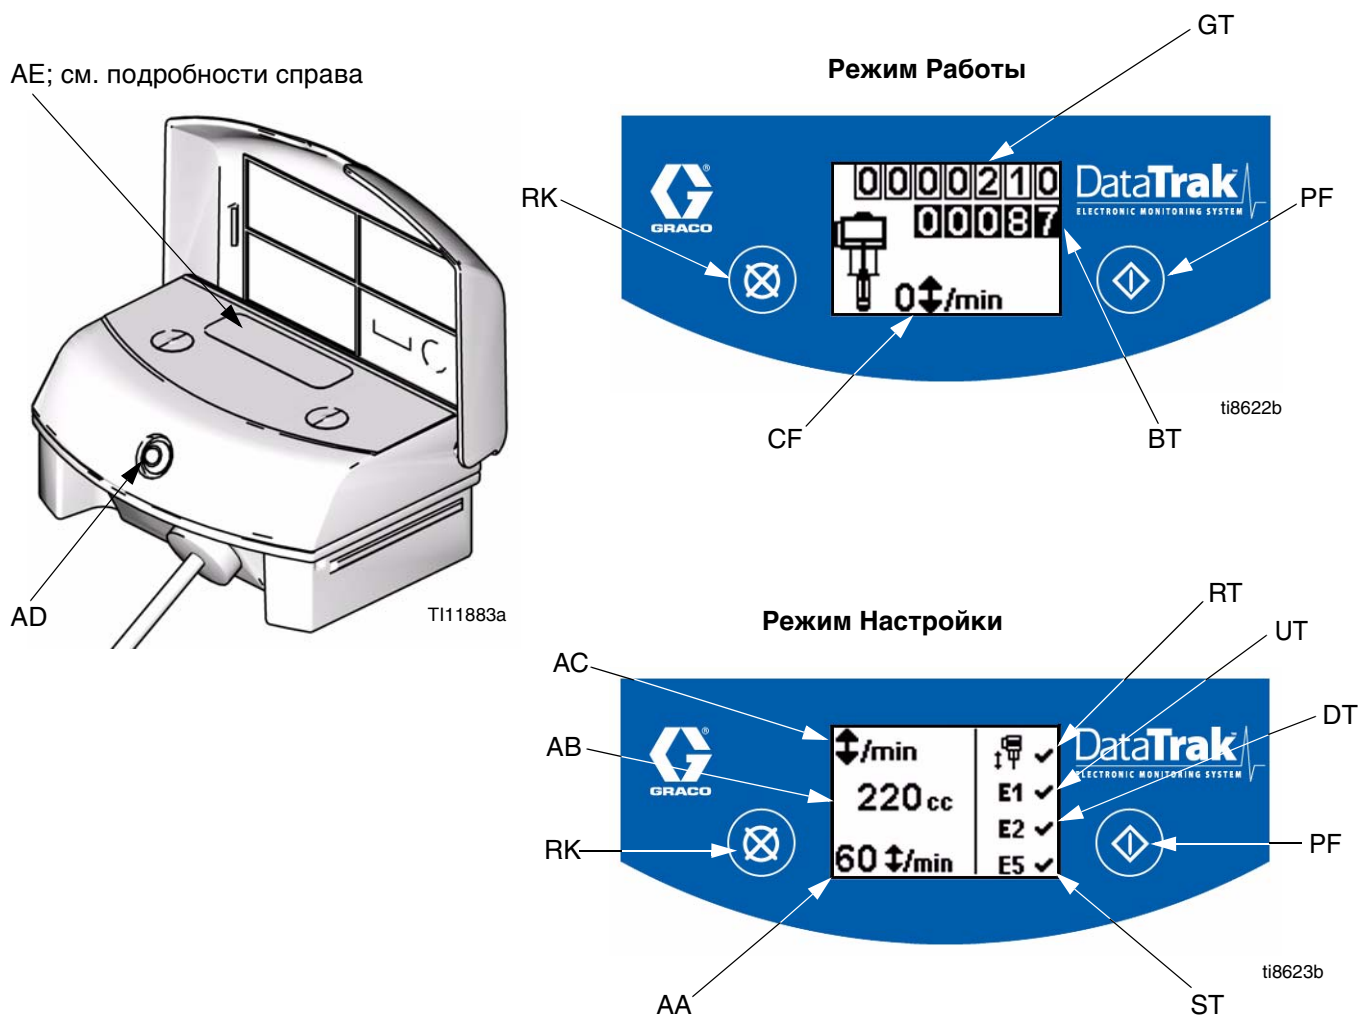

Рис. 7. Органы Чправления и Индикаторы модуля DataTrak
Ключ к Рис. 7
1. Смотрите Рис. 7. Нажмите и удерживайте  в течение 5 секунд, пока не покажется меню Setup (Настройка).
ПРИМЕЧАНИЕ: Во время разгона, опции ошибки E1, E2 и E5 разрешены, и на дисплее настройки  появится знак . Смотрите Рис. 7.
1. Смотрите Рис. 7. Если разгон насоса происходит, соленоид разгона приводится в действие, останавливая насос. СВЕТОДИОД (AD) будет мигать, и дисплей (AE) укажет состояние разгона (см. Таблица 1). Дисплей будет циклировать по шести экранам с инструкциями.
5. Откройте главный воздушный клапан (E) для перезапуска насоса.
ПРИМЕЧАНИЕ: Для блокировки мониторинга разгона перейдите в режим настройки и установите значение разгона равным 0 (ноль) или переключите (RT) в положение Off (Выкл.)  (см. Рис. 7).
1. Смотрите Рис. 7. Для ввода режима заливки/промывки нажмите любую кнопку для включения дисплея, а затем нажмите . На дисплее появится символ заливки/промывки и
Смотрите Рис. 7. Последний разряд счетчика-сумматора партий продукции (BT) представляет десятки галлонов или литров. Для обнуления счетчика-сумматора нажмите любую кнопку для включения дисплея, а затем нажмите и удерживайте  в течение 3 секунд.
Смотрите Рис. 7. Дисплей (AE) переключится через 1 минуту неактивности в Режиме работы или через 3 минуты в режиме Настройки. Нажмите любую кнопку для включения дисплея.
Модуль DataTrak может диагностировать некоторые проблемы с насосом. Если монитор обнаруживает проблему, то светодиод (AD, Рис. 7) будет мигать и на дисплее появится диагностический код. Смотрите Таблица 1.